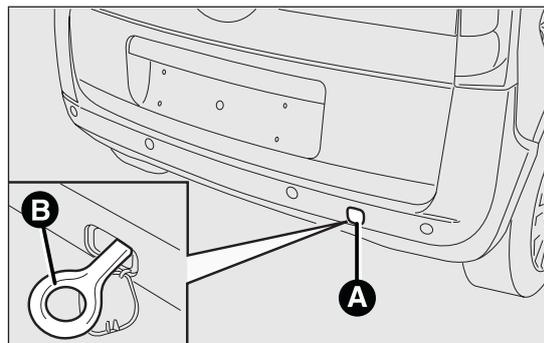
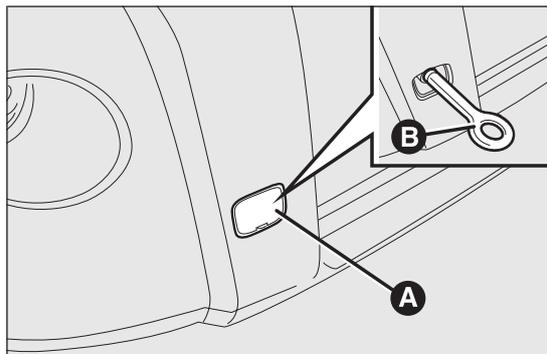

fig. 176
fig. 177
- sganciare il tappo A fig. 176 fig. 177;
- prelevare l'anello di traino B fig. 176 fig. 177 dalla borsa attrezzi;